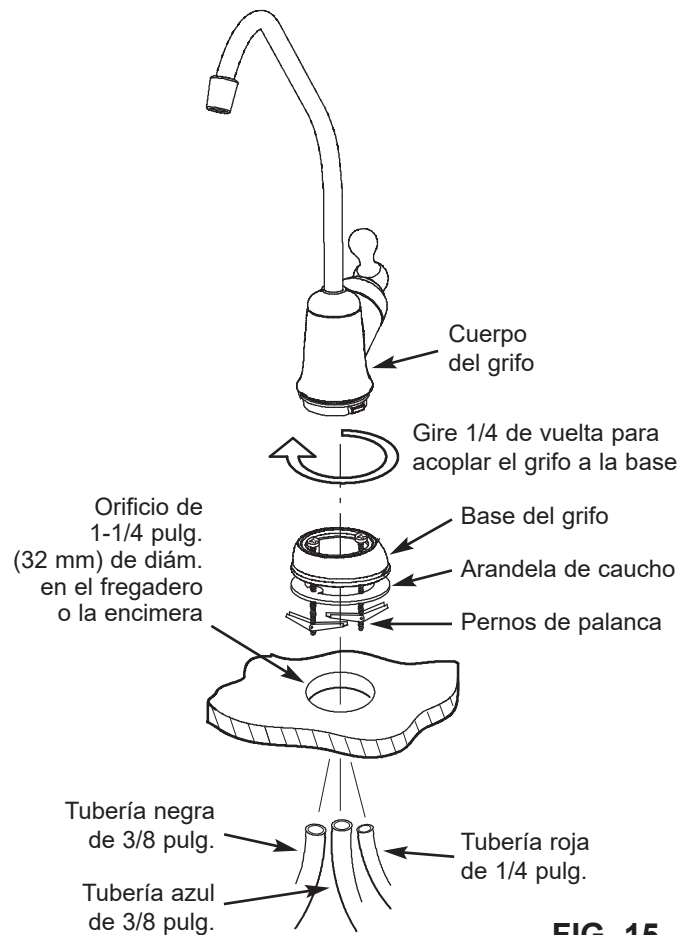

FIG. 15
1. Ubique y organice las piezas para instalar el grifo de ósmosis inversa. Vea la Fig. 15.